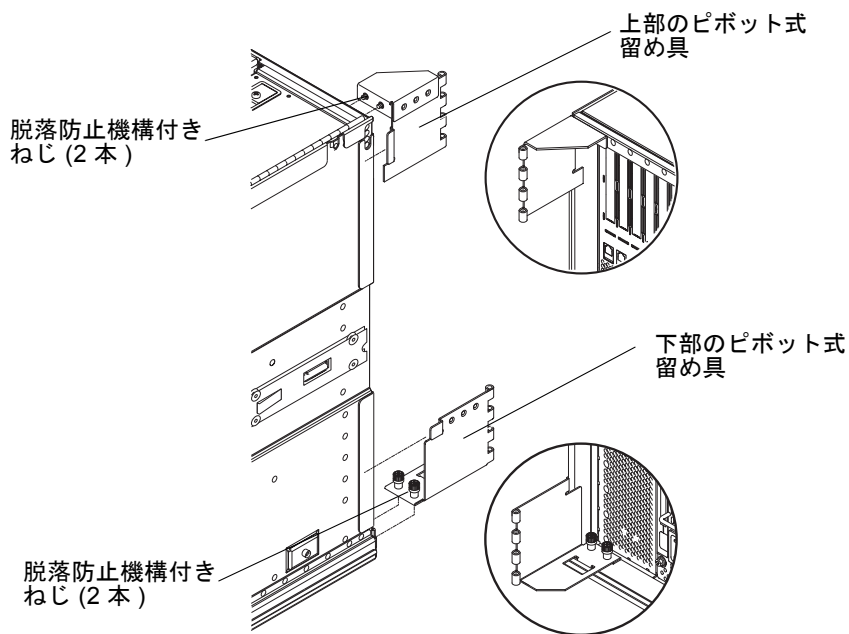
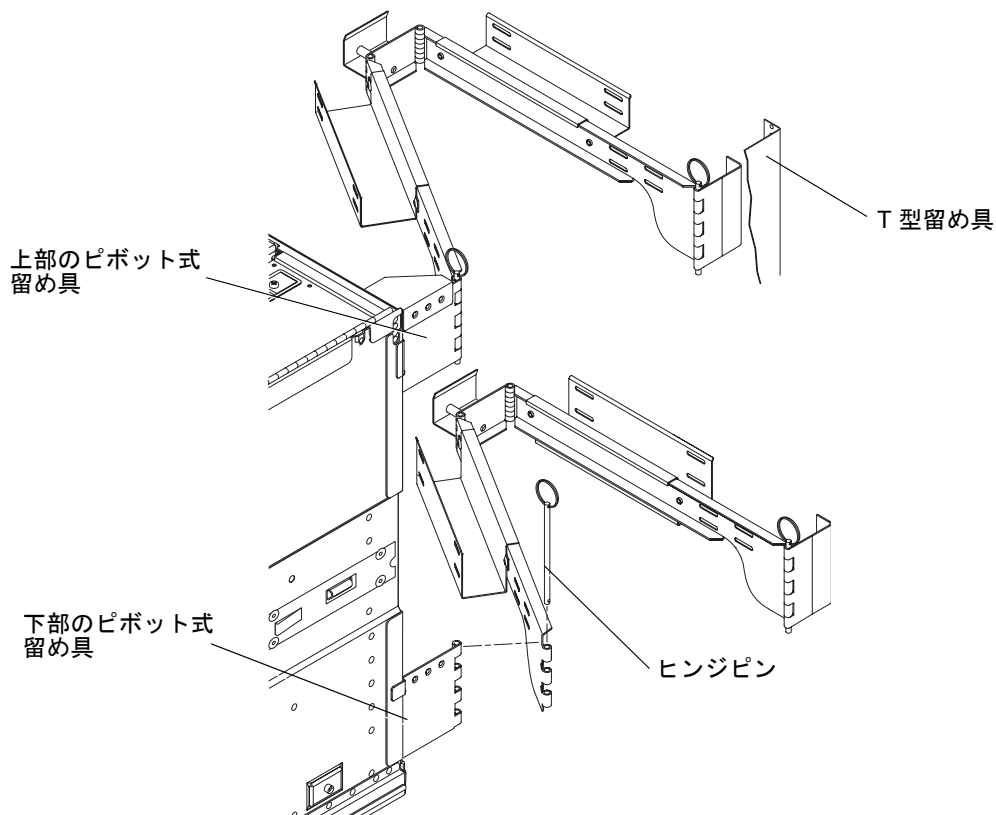

図 5-4 CMA-800 の上部および下部のピボット式留め具
図 5-5 上部および下部のケーブルアームと T 型留め具
8. 下部のピボット式留め具を固定している 2 本の脱落防止機構付きねじを緩めます (図 5-4)。
3. 2 本の脱落防止機構付きねじを使用して、システムに上部のピボット式留め具を固定します (図 5-4)。
4. 2 本の脱落防止機構付きねじを使用して、下部のピボット式留め具を固定します (図 5-4)。
5. 左右のキャビネットスライドに T 型留め具を固定します。各スライドに 2 本ずつ脱落防止機構付きねじを使用します (図 5-5)。
8. I/O ケーブルアームを上部のピボット式留め具にふたたび取り付けます。ヒンジピンを取り付けて固定します (図 5-4 および図 5-5)。
9. 電源ケーブルアームを下部のピボット式留め具にふたたび取り付けます。ヒンジピンを取り付けて固定します (図 5-4 および図 5-5)。